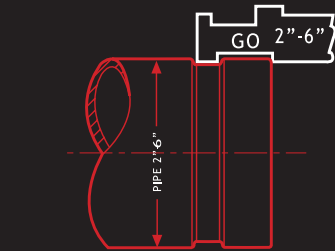

Fig. 1
- 3 Positioneer de kaliber over de groef en de dichtingszitting. De uitsparing dient exact te passen in de groef en over de dichtingszitting. (zie afbeelding 1).